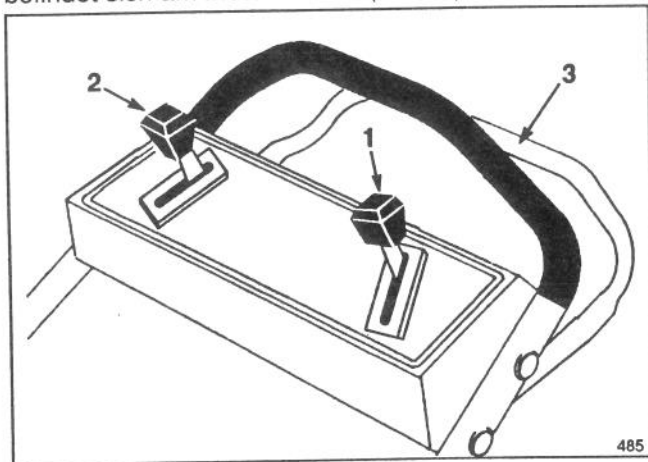
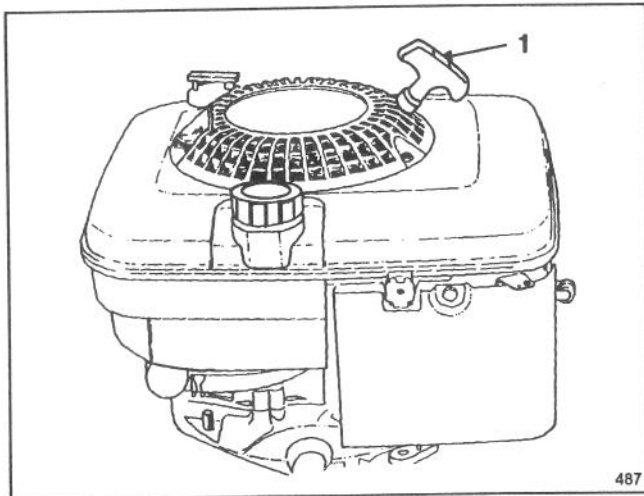

Abb. 8
Abb. 9
1. **STEUERVORRICHTUNG** – Gashebel, Geschwindigkeitskontrolle und Antriebshebel befinden sich am oberen Griff (Abb. 8). Der Seilstarter befindet sich am Motoroberteil (Abb. 9).
4. **GESCHWINDIGKEIT** (Abb. 8) – Die Geschwindigkeit variiert entsprechend der Entfernung zwischen Antriebshebel und Schiebestange. Geschwindigkeitskontrolle auf gewünschte Stellung bringen. Stellung "1" ist langsam, "2" ist mittel, und "3" ist Laufgeschwindigkeit. Geschwindigkeitskontrolle auf "N" stellen, wenn man den Mäher zum Nachschneiden benutzt oder stehenläßt.
5. **FAHRBETRIEB** (Abb. 8) – Den Abtriebshebel auf die FAHRT/KUPPLUNG Stellung einstellen. Geschwindigkeitskontrolle in gewünschte Stellung bringen und Antriebshebel gegen Schiebestange drücken um loszufahren.